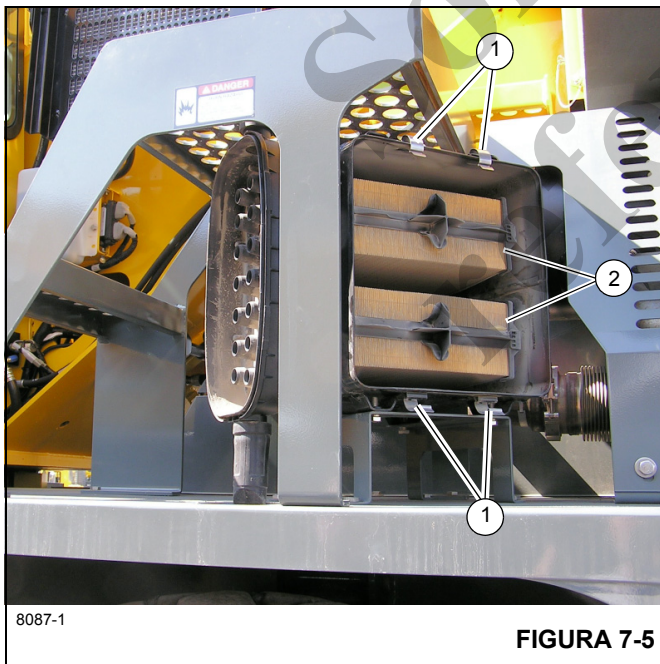

FIGURA 7-5
1. Levante las pinzas (1) (Figura 7-5) que aseguran la cubierta del cuerpo del filtro de aire y retire la cubierta.
2. Retire el filtro primario (2) (Figura 7-5) del filtro de aire y revíselo en busca de materia extraña y marcas de polvo.
6. Vuelva a colocar la cubierta en la caja del filtro de aire y asegúrela con las pinzas (1).